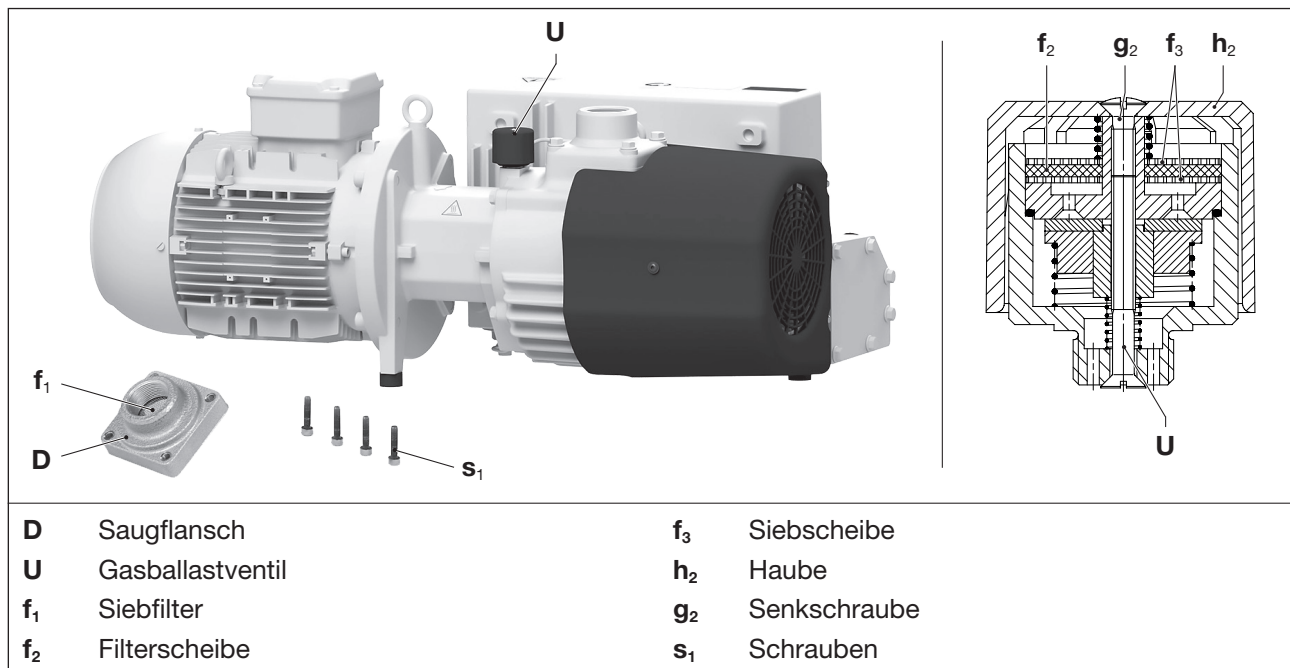

Abb. 6 Siebfilter und Gasballastventil
Siebfilter (Abb. 6/f1) ist je nach Verunreinigung des abgesaugten Mediums mehr oder weniger oft durch Auswaschen bzw. Ausblasen zu reinigen oder zu ersetzen.
- Saugflansch (Abb. 6/D) nach lösen der Schrauben (Abb. 6/s1) abnehmen.
- Siebfilter (Abb. 6/f1) reinigen.
- Saugflansch (Abb. 6/D) aufsetzen und mit den Schrauben (Abb. 6/s1) befestigen. Anzugsmoment: 35 Nm
Die Pumpen arbeiten mit einem Gasballastventil (Abb. 6/U). Die eingebaute Filterscheibe (Abb. 6/f2) und Siebscheiben (Abb. 6/f3) sind je nach Verunreinigung des durchströmenden Mediums mehr oder weniger oft zu reinigen. Bei der VCX sind die Filterteile beider Gasballastventile zu reinigen.
- Durch Lösen der Senkschraube (Abb. 6/g2) und Entfernen der Kunststoff-Haube (Abb. 6/h2) können die Filterteile zur Reinigung herausgenommen werden.
- Die Filterscheibe (Abb. 6/f2) und die beiden Siebscheiben (Abb. 6/f3) durch Ausblasen reinigen oder ersetzen.
- Filterscheibe (Abb. 6/f2) zwischen die Siebscheiben (Abb. 6/f3) legen und in das Ventil einsetzen. Kunststoffhaube (Abb. 6/h2) aufsetzen und mit der Senkschraube (Abb. 6/g2) befestigen. Schraube handfest anziehen.